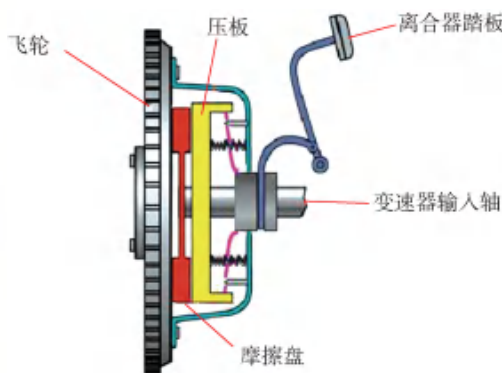

图 1-8 离合器的接合状态
(1) 接合状态。离合器在结合状态下分离杠杆内端与分离轴承之间保持一定的间隙（即离合器的自由间隙），压紧弹簧将飞轮、从动盘和压盘三者压紧在一起，如图 1-8 所示。发动机的转矩经过飞轮及压盘，通过从动盘两个摩擦面的摩擦作用传给从动轮，再由从动轮输入变速器。